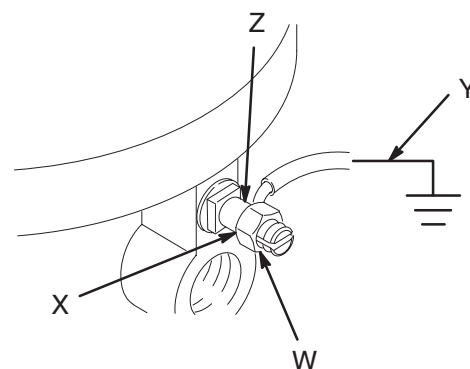

Fig. 2
1. **Pompe:** desserrer l'écrou de blocage (W) et la rondelle de la cosse de mise à la terre (X). Introduire l'extrémité d'un fil (Y) de terre de 1,5 mm² minimum dans la fente de la cosse (Z) et serrer à fond l'écrou de blocage. Voir la Fig. 2. Relier l'autre extrémité du fil à une véritable terre. Pour commander un fil et une pince de terre, indiquer la référence 222011.